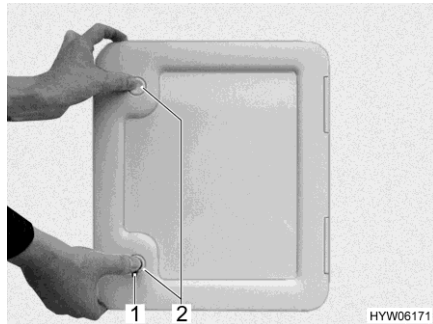

Bild 266 Klappe für Fäkalientank
- Klappe für den Fäkalientank außen am Fahrzeug öffnen. Dazu den Schlüssel in den Schließzylinder des Druckschlösses (Bild 266,1, Bild 267,1 oder Bild 268,1) stecken und eine viertel Umdrehung drehen.
- Wenn vorhanden: Beide Druckschlösser (Bild 266,2 oder Bild 268,2) gleichzeitig mit dem Daumen drücken und die Klappe öffnen.